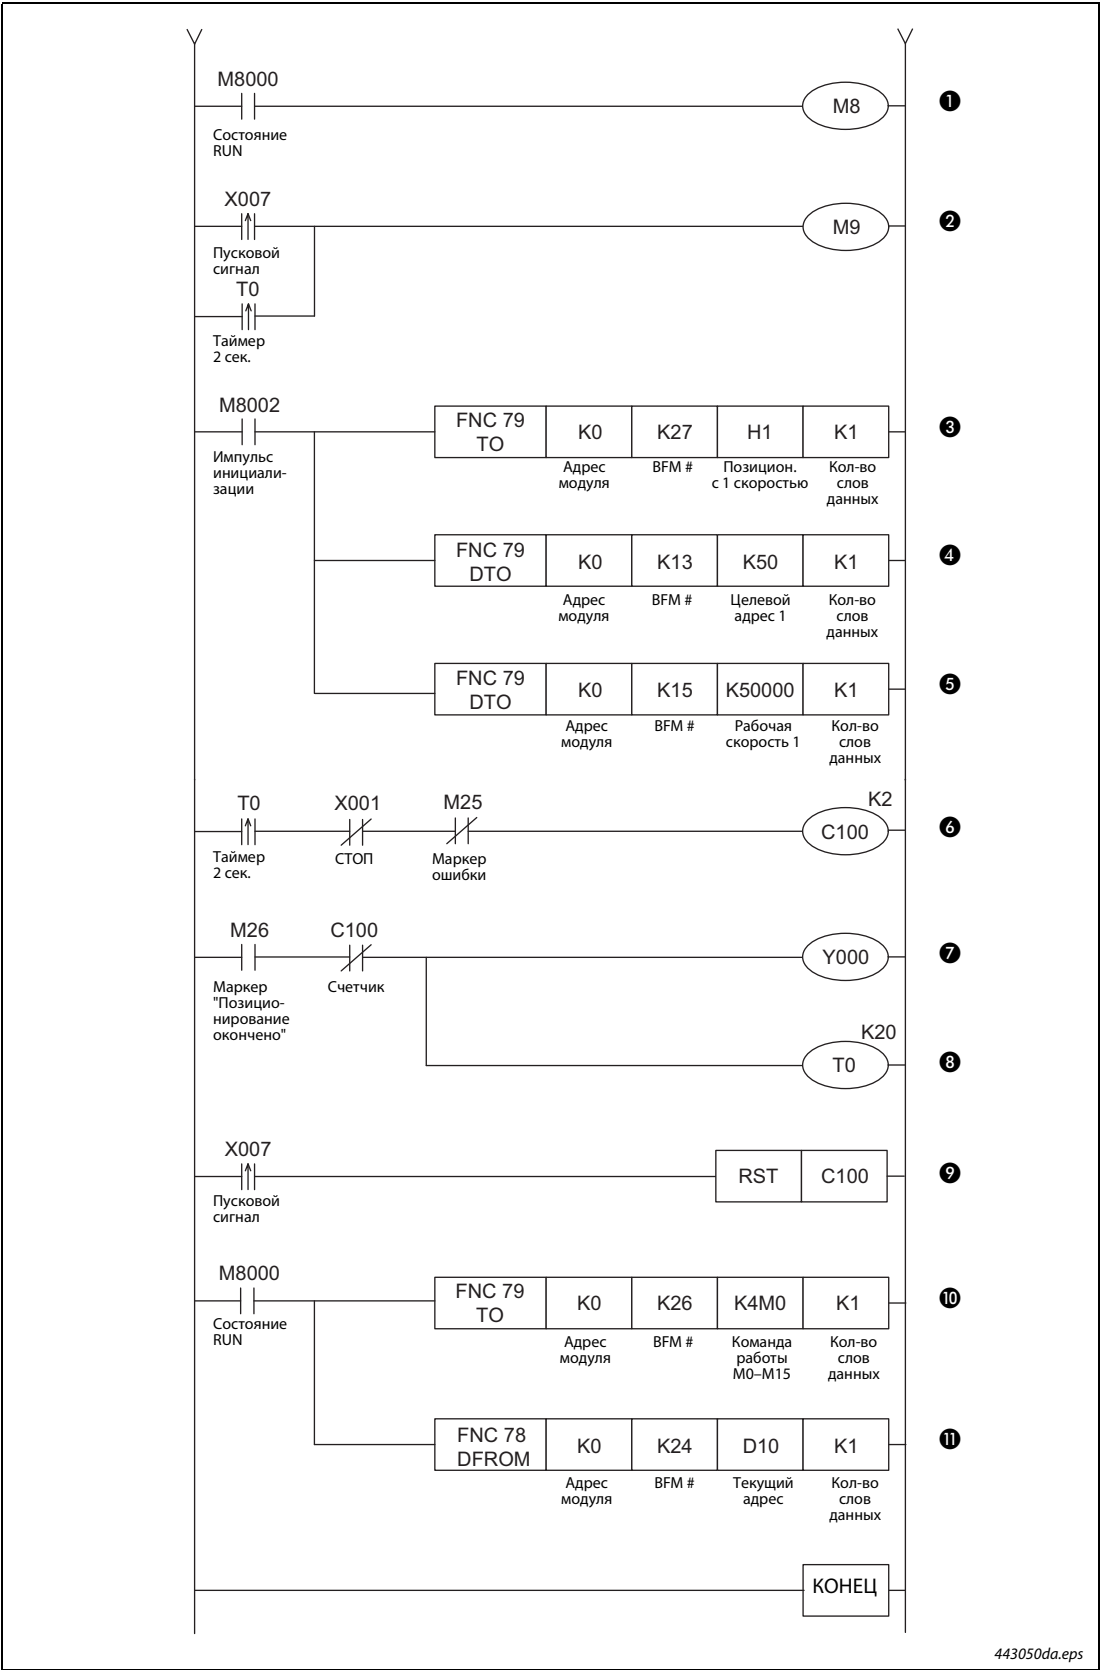

Рис. 4-26: Пример программы в виде релейно-контактной схемы (2)
④	Максимальная скорость настраивается на 50 кГц [K50000 → #1, #0].
⑤	Минимальная скорость настраивается на 0 Гц [K0 → #2].
⑥	Время ускорения настраивается на 100 мс [K100 → #11].
⑦	Время замедления настраивается на 100 мс [K100 → #12].
⑧	Считывается информация о состоянии [#28 → K3M20]
⑨	Считывается код ошибки [#37 → D20]
⑩	Считывается вход для сброса ошибки.
⑪	Считывается вход для сигнала останова.
⑫	Опрашивается состояние концевого выключателя прямого вращения.
⑬	Опрашивается состояние концевого выключателя обратного вращения.
Таб. 4-19: Описание релейно-контактной схемы, изображенной на рис. 4-26 (1)